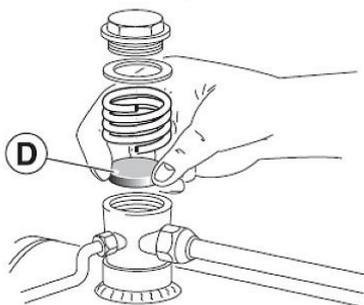

Abb. 20: Dichtungselement im Rückschlagventil
Schritt 2: Überprüfen Sie das Rückschlagventil und wechseln Sie das Dichtungselement **D** (Abb. 20) gegebenenfalls aus.